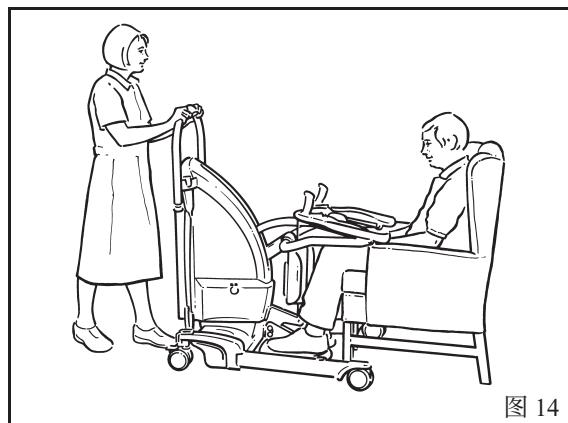

图 14
- 转运：**患者就绪时，帮助患者或者患者将自己的双脚放到脚部支撑上，朝患者方向略微推动 *Sara Plus*，以便轻松完成此项操作。（如图 14 所示）